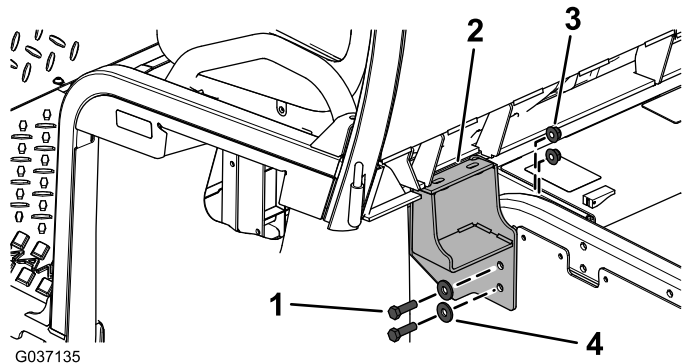

Рисунок 7
- Прикрепите, не затягивая, левую и правую опоры кабины к машине, используя болты с шестигранными головками (¾ x 1¼ дюйма), шайбы (¾ дюйма) и фланцевые гайки (¾ дюйма), как показано на Рисунок 7.
8. Закрепите левую и правую опоры и затяните болты с моментом 58 Н·м, как показано на Рисунок 7.